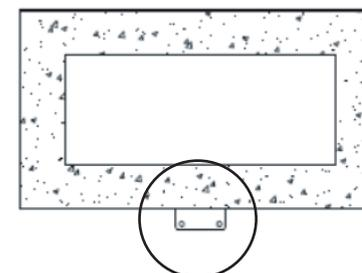

Fig. 5
- Marque la posición de los dos orificios inferiores (Fig. 5) y retire la chimenea asegurándose de que el soporte de fijación inferior esté girado hacia arriba.